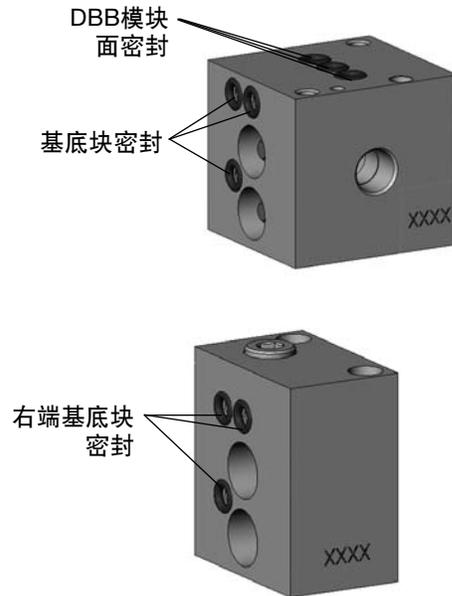

图8
1. 要替换基底块密封或右端基底块密封(9-007), 请按增加/去除基底块来去除底块。见图 8。
2. 要替换DBB模块面密封(9-007), 请按照法兰替换第1步从基底块上去除模块。见图8。